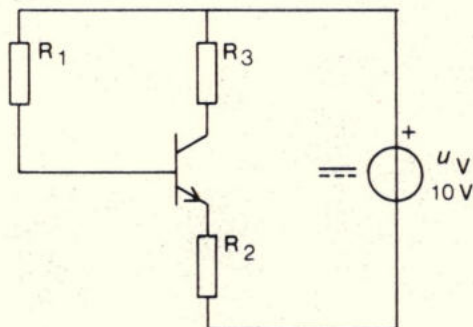

Fig. 35.
6. In de schakeling van fig. 35 wil men een transistortype gebruiken, waarvan de stroomversterkingsfactor een spreiding vertoont tussen $\alpha_E = 20$ en $\alpha_E = 100$.
In de schakeling van fig. 35 is het verband tussen de collectorstroom en de waarde van R1: